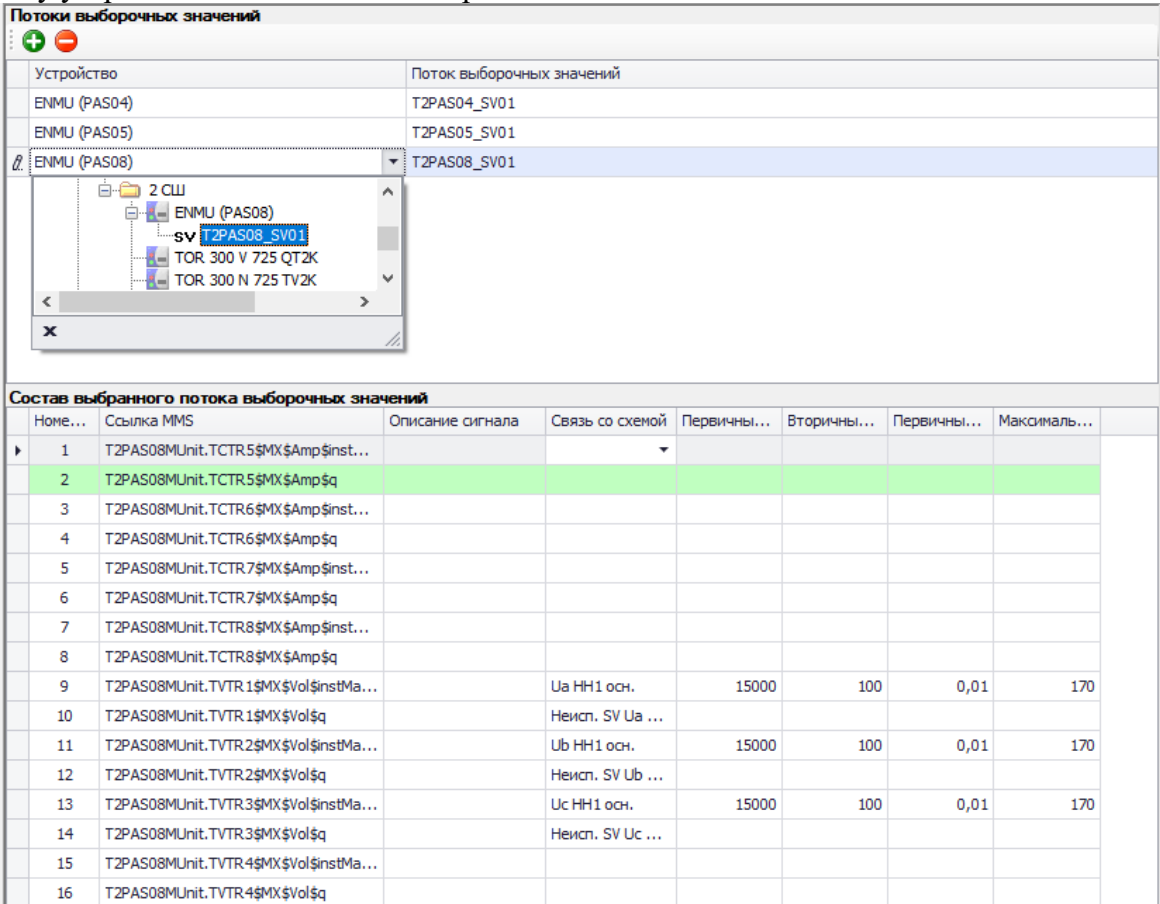

Рисунок 5.88 – Область «Выборочные значения (SV)»
Узел «Выборочные значения (SV)» (рисунок 5.88) предназначен для настройки приёма SV-потоков. Узел «Выборочные значения (SV)» отображается только для шаблона устройства «ТОР 300 с шиной» (п.5.12.1).